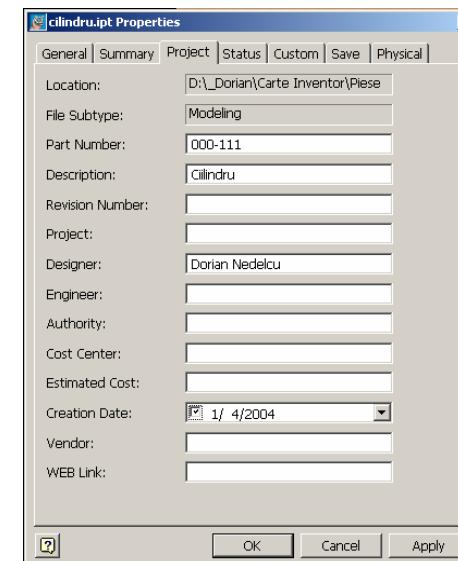

Figura 5.9.7.
- în secțiunea **Project** a ferestrei **Properties**, figura 5.9.7, se completează câmpul **Part Number** cu numărul de desen - textul „**000-111**”, respectiv câmpul **Description** cu denumirea desenului - textul „**Cilindru**”;